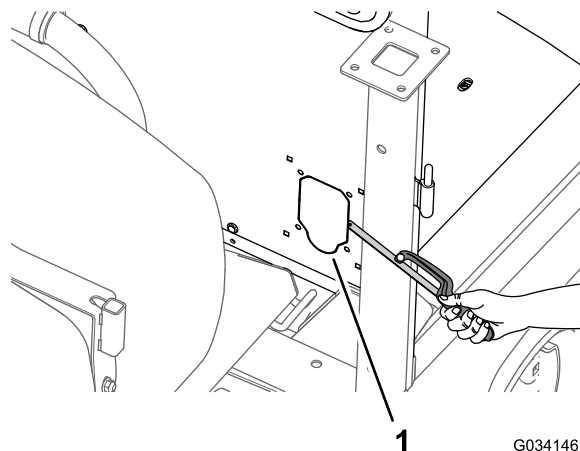

図 5
1. キャブ用バッキングプレート助手席のうしろの背面にある打ち抜きプラグのタブを、金ノコの歯で切り落とす 図 5。